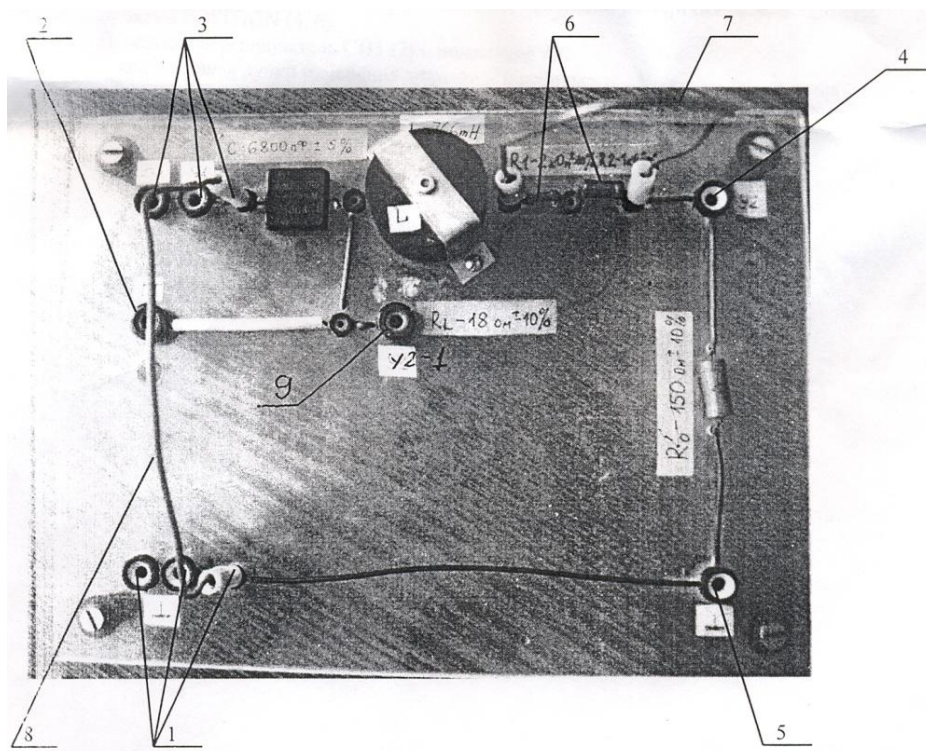

Рис. 3. Панель монтажная
3. Соединение панели монтажной (рис.3) с приборами